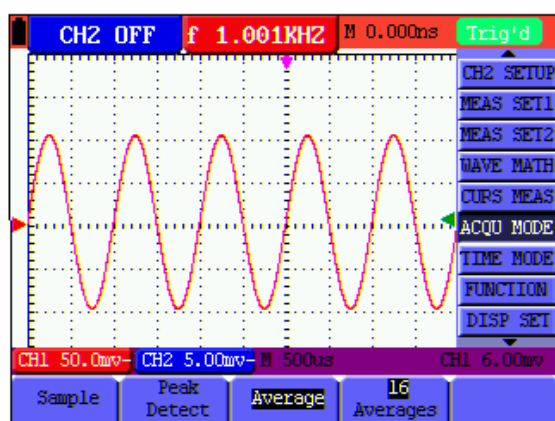

Figura 13: Modo de muestreo de factor promedio
2. Presione **MENÚ ▲** o **MENÚ ▼** para seleccionar (modo captura) **ACQU MODE**; Abajo de la pantalla aparecerán cuatro (4) opciones a elección.
3. Presione la tecla **F3** para seleccionar (factores promedio) **Average Factors** y enseguida presione la tecla **F4** para saltar a (promedios 16) **Averages 16**. El medidor promedia 16 muestras (o capturas) y muestra el resultado final. Consulte la figura 13: